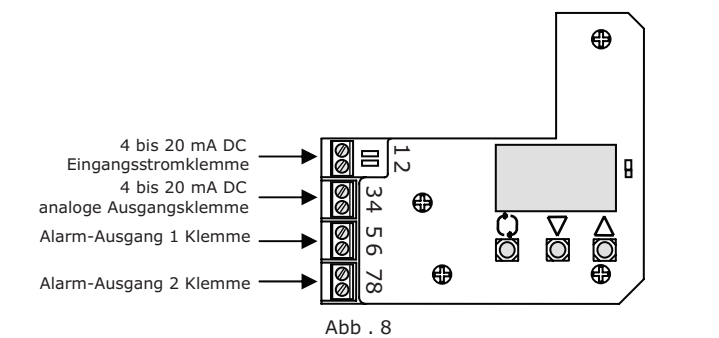

Abb. 8
- Verbinden Sie die Kabel für den Eingangsstrom mit einem Einstellgerät (Controller) und schließen Sie jedes Ausgangskabel gemäß Abb. 8 an.